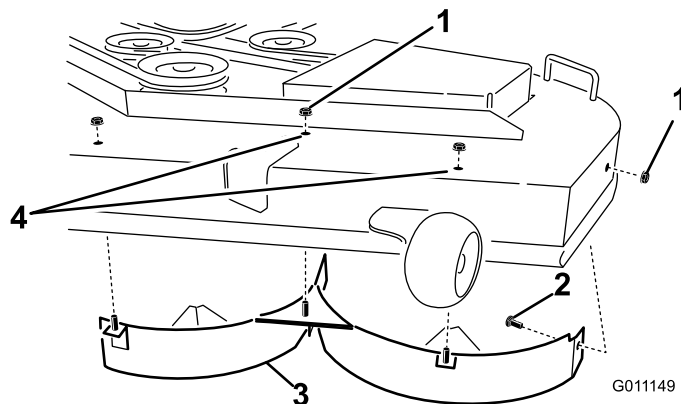

Figura 32
superior de la plataforma de corte, en las posiciones centro, centro izquierda e izquierda (Figura 32). Retire el perno de cuello cuadrado y la contratruerca, situados en la pared lateral de la plataforma de corte, que sujetan el deflector izquierdo a la plataforma.
7. Retire el deflector izquierdo de la plataforma de corte según se muestra en Figura 32.
8. Localice los dos pernos y las contratruercas entre las piezas sueltas. Instale estas fijaciones en los taladros indicados en Figura 32 de la plataforma de corte para evitar que se arrojen residuos al aire. Instale el perno con la cabeza por debajo de la plataforma, y sujételo desde arriba con una contratruerca.